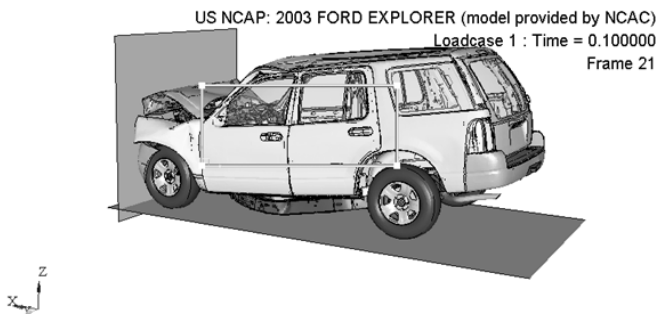

图 13-69 移动图片
- (6) 通过单击图片角上的控制点进行拖拽可改变图片尺寸。
(7) 通过单击图片角上的控制点可以对图片进行水平和垂直方向的移动操作。将图片置于图形窗口中间位置，如图 13-69 所示。